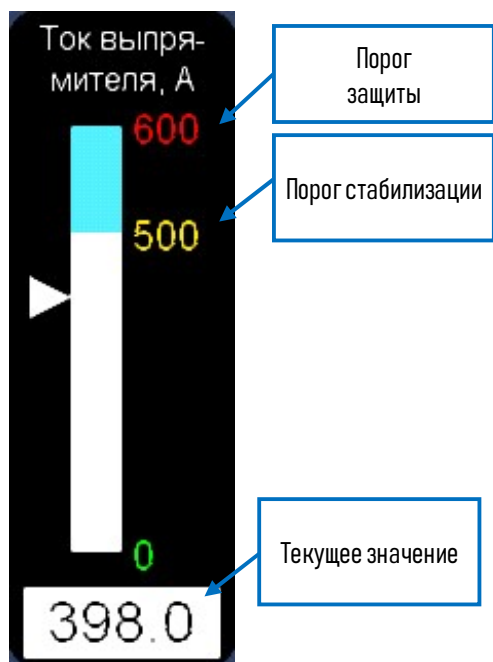

Рис. 3 – Структура бара
Индикаторные бары (1) отображают текущее значение параметра положением треугольного индикатора, цвет бара указывает на нормальное или пороговое значение параметра (белый – норма, желтый – стабилизация). На индикаторном баре (рис. 3) располагаются числовые значения, указывающие на пороговые и максимальные значения параметра: **красным** цветом отображается максимальное значение (порог защиты), **желтым** цветом значение параметра, при достижении которого включается режим стабилизации. Индикация статуса ПЧ (2) отображает текущее состояние ПЧ. В области (3) индицируются дискретные статусы ПЧ такие как: «Резонанс», «Стабилизация мощности», «Стабилизация тока выпрямителя», «Ограничение максимальной частоты», «Ограничение минимальной частоты», и т.д. В зоне (4) отображаются текущие значения заданной мощности, косинуса нагрузочного контура, и выходной частоты ПЧ.